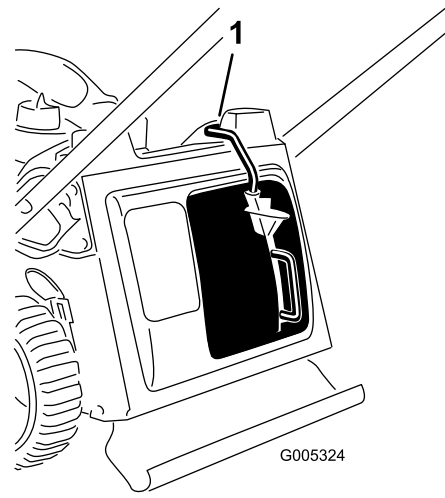

Figure 20
**Important:** La tondeuse est équipée d'un contacteur de sécurité qui l'empêche de démarrer si l'obturateur de mulching n'est pas monté correctement (Figure 20).